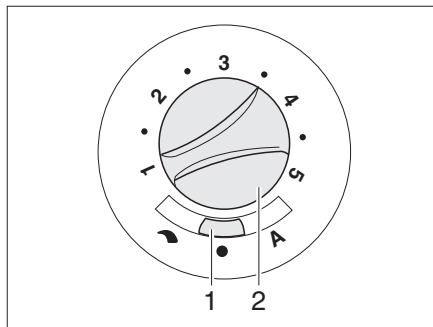

Fig. 113 Conmutador de mando para ventilador de circulación de aire (12 V)
- Ajustar el conmutador deslizante (Fig. 113,1) en "↶" (regulación manual) o "A" (modo automático).
- Cuando en el conmutador deslizante (Fig. 113,1) está ajustado "↶" (regulación manual): Ajustar la potencia deseada del ventilador de circulación de aire con el botón giratorio (Fig. 113,2).
- Ajustar el conmutador deslizante (Fig. 113,1) en "●" (Off). Con el funcionamiento de la calefacción esta posición del conmutador no tiene función.